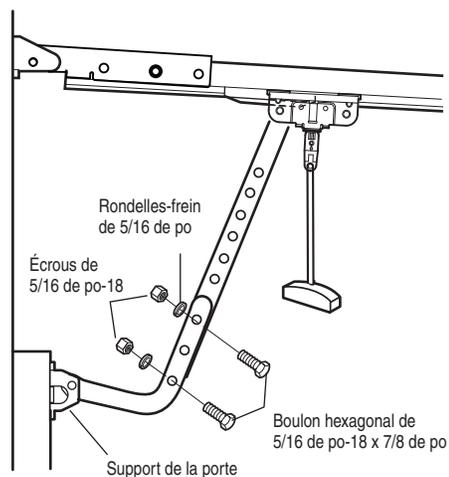

Figure 2
Si l'installation ne nécessite pas de renfort vertical mais qu'il faut des trous de fixation supérieur et inférieur pour le support de la porte, positionner tel qu'illustré à la Figure 2.
• Figure 2 :